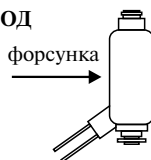

Рис. 17
- выведите под капот и подключите к коммутируемому проводу форсунки, рис. 17.